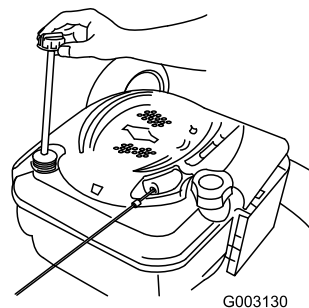

Figure 44
2. Retirez la jauge (Figure 44).